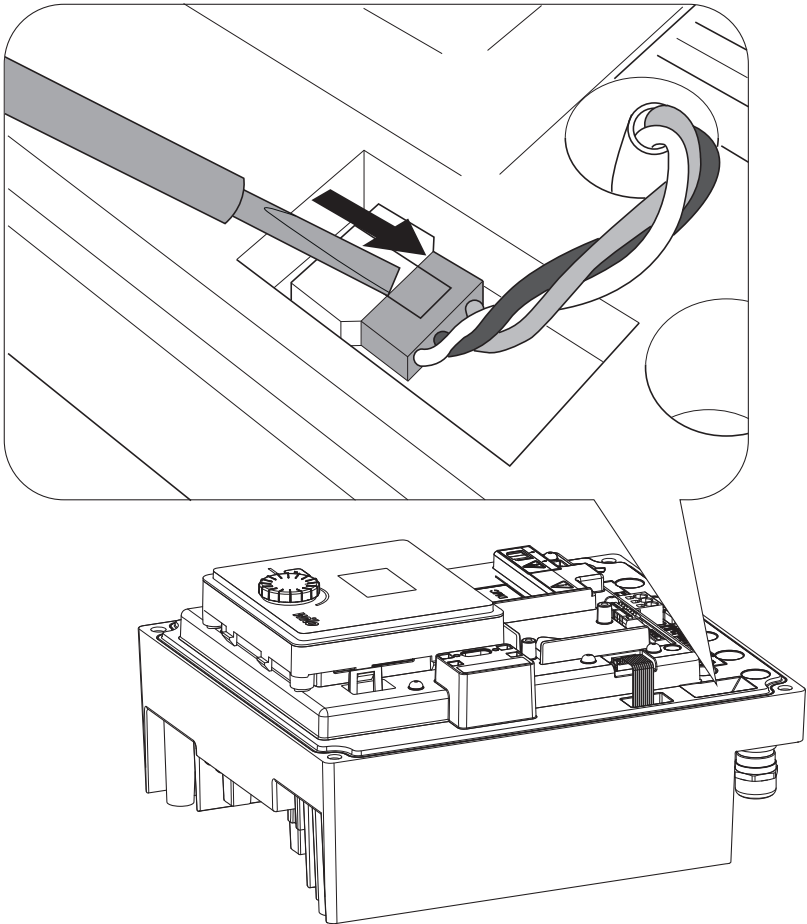

Fig. 46: Uvoľnenie pripojovacieho kábla ventilátora modulu
- Odpojte pripojovací kábel ventilátora modulu. (Fig. 46).